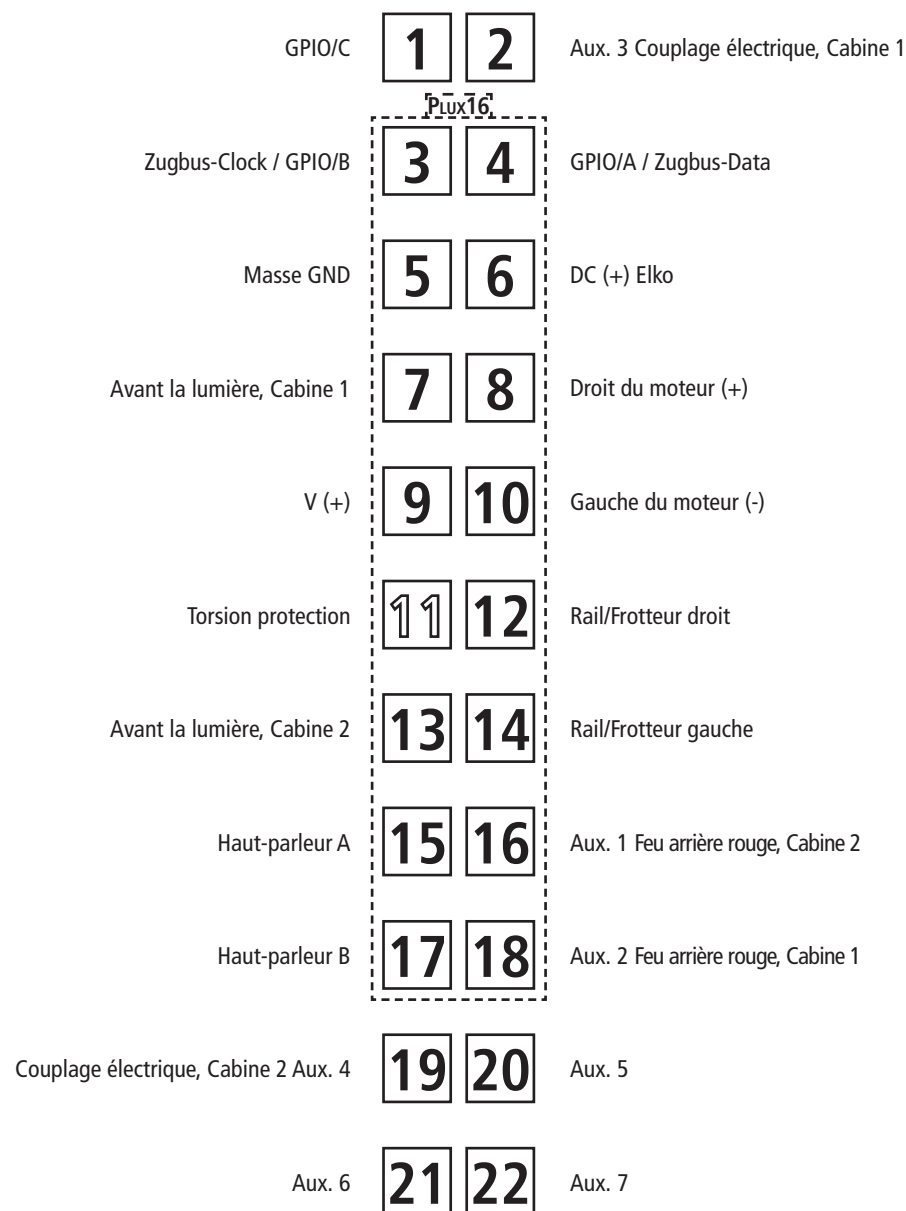

Fig. 7
2. Schmierung: Versehen Sie die im Schmierplan in Fig. 7 gekennzeichneten Stellen mit nur **kleinen Öltropfen**. Dazu zuerst das Lokgehäuse abnehmen (Fig. 3). Wir empfehlen den **ROCO Öl** Art.-Nr. **10906**. Fürs Schmieren der Getriebeteile (Zahnräder, Schnecke) empfehlen wir das **ROCO-Spezialfett** Art.-Nr. **10905**. Im Falle der Schmierung diese Teile **nicht ölen**.
2. Lubrication: Apply **tiny oil drops** to spots marked in fig. 7. Prior to lubrication dismantle locomotive (fig. 3). We recommend using item no. **10906, Roco oiler**. For lubrication the gearparts (e.g. cogwheels, worm) we would recommend our Roco **special grease** (item no. **10905**).
2. Graissage: N'appliquez **qu'une tout petite goutte** aux endroits indiqués par le plan de graissage (fig. 7) après avoir démonté la caisse de la locomotive (fig. 3). Nous vous recommandons **le graisseur à huile Roco réf. 10906**. Pour graisser les engrenages (roues dentées, vis sans fin) nous vous conseillons la **graisse spéciale Roco réf. 10905** pour engrenages en matières synthétiques. Lorsque vous utilisez cette graisse il faut éviter d'huiler ces composants.